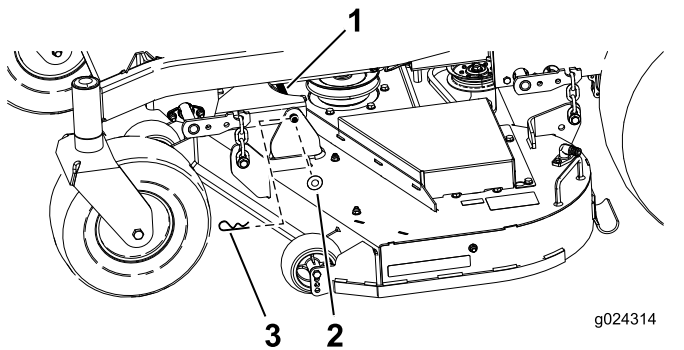

Figure 65
- Retirez la goupille fendue et la rondelle qui fixent la barre de liaison au cadre et au tablier, et enlevez la barre de liaison (Figure 65).
9. Fixez la barre de liaison avec les goupilles fendues et les rondelles retirées précédemment (Figure 65).